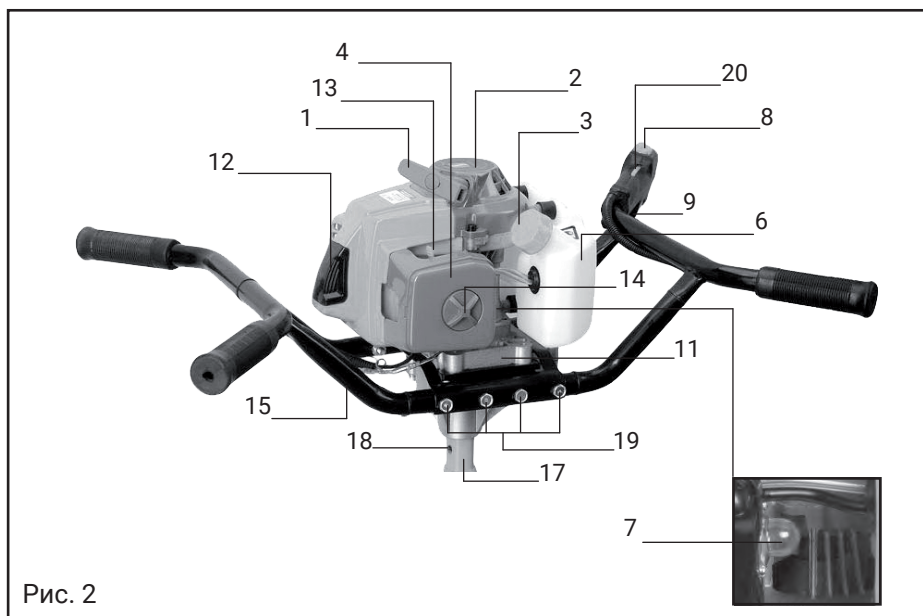

Рис. 2
4.1 Основные функции и внешний вид моделей мотобуров представлены на рис. 1(EA-20/52), рис. 2(EA-20/63).
7.2 Установите мотобур шнеком на место предполагаемого места бурения и зажмите рычаг дроссельной заслонки(рис. 1 поз. 9), (для модели: **EA-20/63** для нажатия на рычаг дроссельной заслонки сначала необходимо нажать кнопку защиты от непроизвольного пуска(рис. 2 поз. 20)), обороты увеличатся и сработает центробежное сцепление, шнек начнет вращаться. Скорость вращения шнека регулируется нажатием на рычаг дроссельной заслонки .